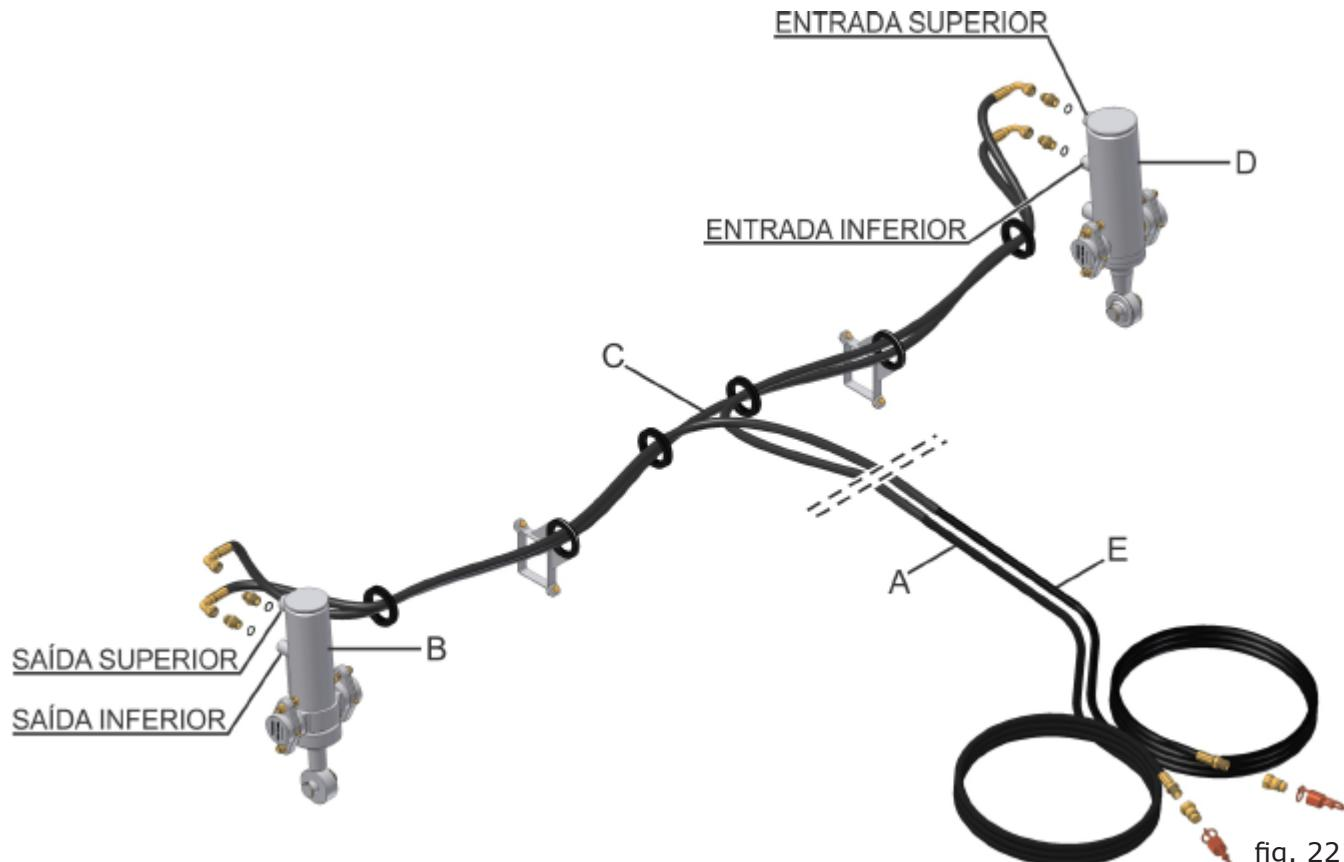

fig. 22
Coloque a mangueira da direção de fluxo trator-semeadora (A) (fig. 22), na entrada superior do cilindro maior (D). Coloque a mangueira (C) na saída inferior do cilindro maior (D) e conecte a mangueira na entrada superior do cilindro menor (B).